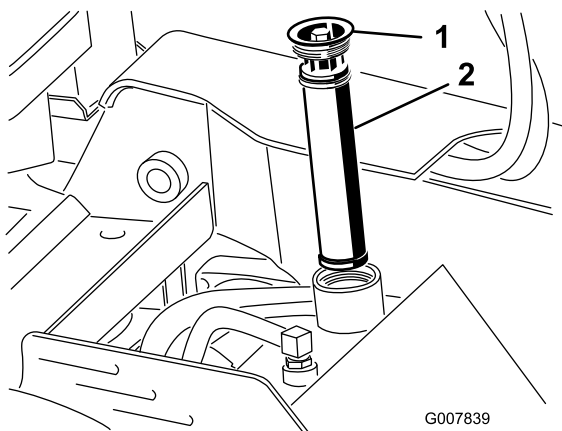

Figura 59
5. Retire y deseche el filtro usado (Figura 59).
6. Instale el tapón de llenado y el filtro hidráulico nuevo (Figura 59) y apriete el perno a 13–15,5 Nm.
6. Retire el tapón de llenado del depósito hidráulico y el filtro (Figura 59).
12. Instale el filtro hidráulico y el tapón de llenado (Figura 59) y apriete el perno a 13–15,5 Nm.